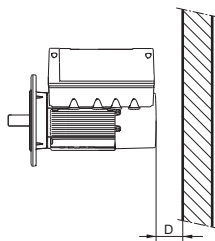

Рис. 1 Минимальное расстояние (D) от электродвигателя до стены или других неподвижных объектов
Для обеспечения достаточного охлаждения электродвигателя расстояние (D) между торцом кожуха вентилятора и стеной или другими неподвижными объектами должно составлять минимум 50 мм независимо от размера электродвигателя. См. рис. 1.